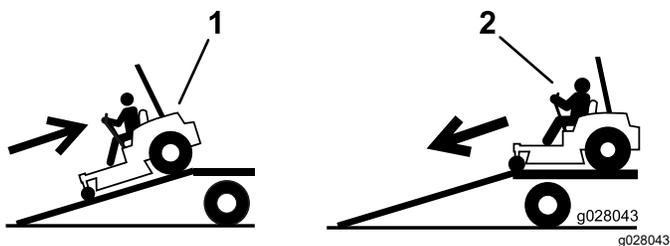

図 39
4. 登りはバックで 図 39。
2. 下りは前進で 図 39。